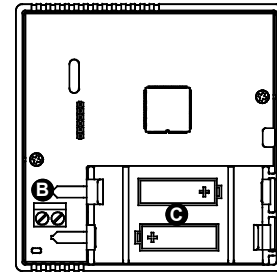
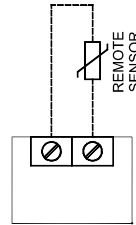

Fig. 6
Fig. 7
Le thermostat possède une entrée ('REMOTE SENSOR', B de Fig. 6) qui permet d'ajouter un capteur NTC externe (en option) en plus du capteur interne.
- 4** - Introduire correctement les piles (respecter la polarité) dans le compartiment prévu à cet effet (C de Fig. 6), utiliser de préférence des piles alcalines et bien chargées.
- Brancher la sonde à distance, si nécessaire, sur le connecteur 'REMOTE SENSOR' (B de Fig. 6) en suivant le schéma de connexion de Fig. 7; puis régler correctement le paramètre **P10**. Lire le paragraphe 'CONFIGURATION INSTALLATEUR'.